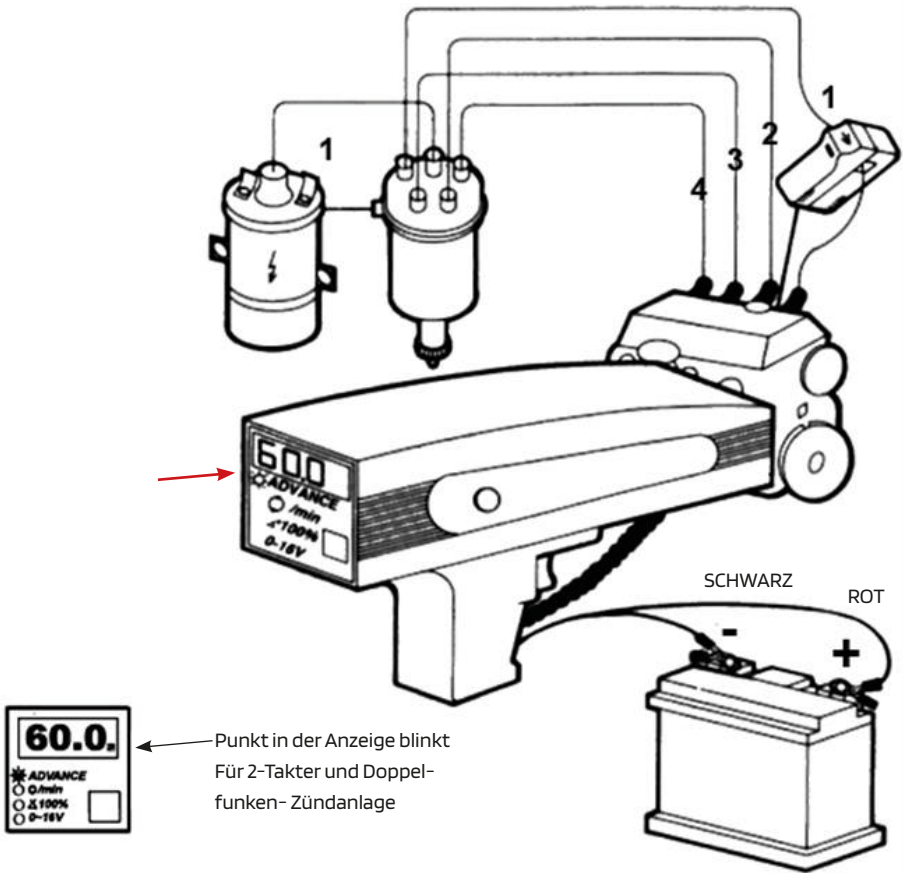

Abb.1
1. Zündlichtpistole an die Fahrzeugbatterie anschließen, rote Krokodilklemme an Batterie Plus (+) und schwarze Klemme an Batterie Minus (-) (siehe Abbildung 1).
3. Verbinden Sie die rote Klemme mit dem Pluspol der Batterie (+) und die schwarze Klemme mit dem Minuspol der Batterie (-). (Abb. 1).